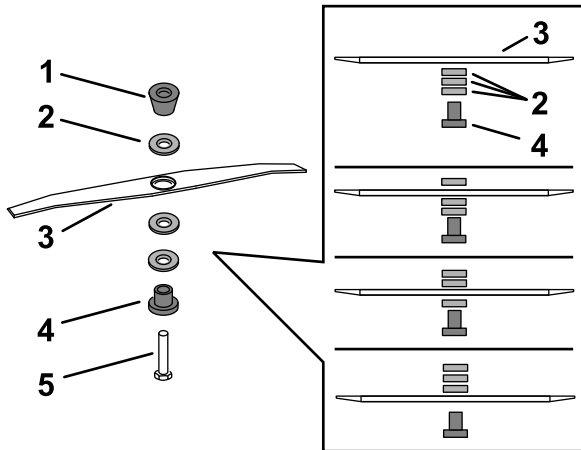

Bild 29
- Verwenden Sie den mit der Maschine gelieferten Schraubenschlüssel, um das Messer zu entfernen, indem Sie die Messerschraube gegen den Uhrzeigersinn drehen (Bild 29).